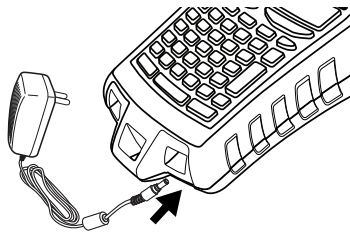

Figure 3
1. Branchez l'adaptateur dans le connecteur d'alimentation situé au bas de l'imprimante. Voir Figure 3.